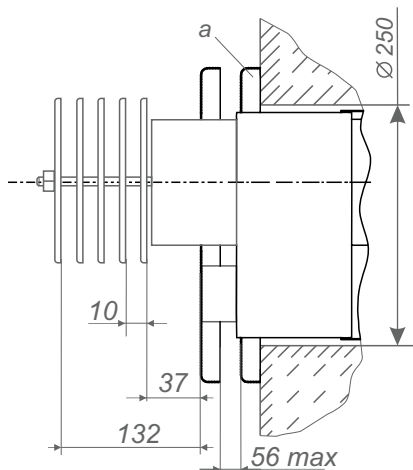

Рис. 3. Установка дисков дымовоздушного блока для изделий мощностью 10-15 кВт.
1 - входной патрубок подвода воды во второй контур; 2 - газовый клапан; 3 - термодатчик; 4 - стаканчик для установки баллона терморегулятора и термодатчика; 5 - датчик перегрева; 6 - выходной патрубок второго контура; 7 - патрубок подключения газа; 8 - дымовоздушный блок (подробнее рис.3, 5, 5а); 9 - патрубок отвода воды в систему отопления; 10 - место установки ТЭНа (ТЭН в комплектацию котла не входит); 11 - патрубок подачи воды из системы отопления; 12 - смотровое окно; 13 - запальная горелка; 14 - основная горелка
6.3.1. В наружной стене здания, согласно рис. 2, пробить горизонтальный канал диаметром 190 мм для изделий мощностью 5-7 кВт или 250 мм для изделий мощностью 10-15 кВт (рис. 3, 5). При этом необходимо учитывать, что для обеспечения установки и снятия котла, а также для снятия и установки газогорелочного устройства перед фронтом котла на расстоянии **не менее 1 м от стены** не должно быть никаких строительных элементов или стационарно установленного оборудования.
Для изделий мощностью 10-15 кВт на выступающий газоход наружный установить набор дисков, закрепить диск "а" к наружной стене и отрегулировать их (рис.3).